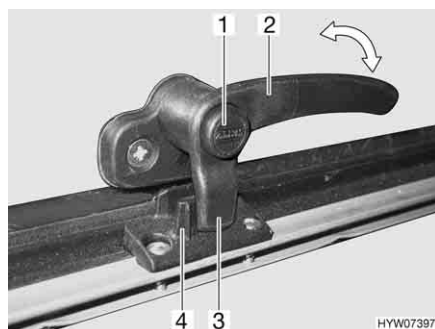
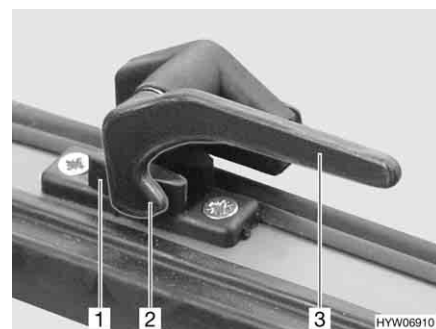

Fig. 102 Leva di serraggio con bottone di sicurezza in posizione "Chiuso"
Fig. 103 Leva di serraggio in posizione "Chiuso"
- Se presente, premere e tenere premuto il bottone di sicurezza (Fig. 102,1).
- Ruotare tutte le leve di serraggio (Fig. 102,2 o Fig. 103,3) di un quarto di giro verso il centro dell'oblò.
- Ruotare tutte le leve di serraggio (Fig. 102,2 o Fig. 103,3) di un quarto di giro verso il telaio. Il nasello di bloccaggio (Fig. 102,3 o Fig. 103,2) si trova sulla parte interna del bloccaggio dell'oblò (Fig. 102,4 o Fig. 103,1).
- In posizione "Completamente chiusa" (Fig. 102 e Fig. 103)